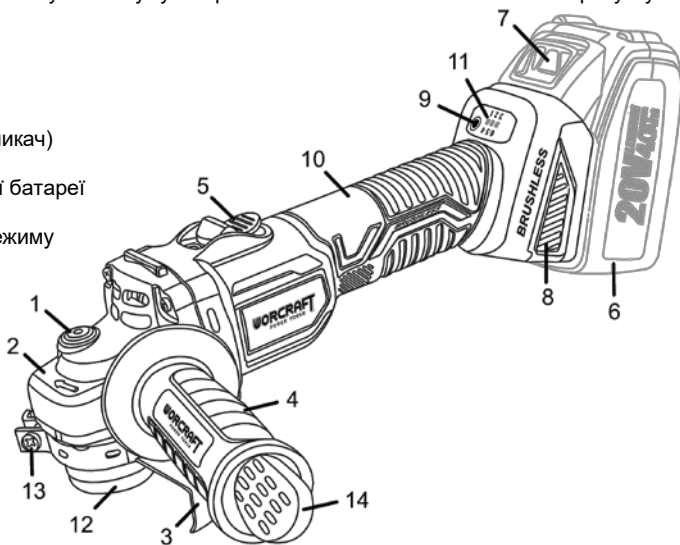
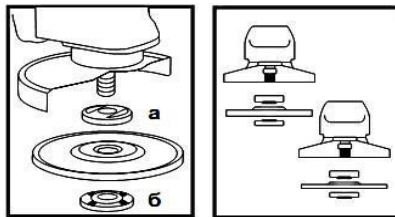

Рисунок 1
Рисунок 3
2.3.2 Увімкнення електродвигуна шліфмашини здійснюється натисканням перемикача (5, рисунок 1) з наступним його пересуванням у бік редуктора. Крутний момент від двигуна передається через одноступеневий редуктор на шпиндель інструмента. Для вимкнення слід пересунути перемикач в початкове положення.
2.3.4 Шліфмашина оснащена блоком вибору швидкісного режиму з індикацією (11, рисунок 1). Вибір одного з шести режимів здійснюється натисканням кнопки (9, рисунок 1).
2.3.5 Блокування шпинделя для встановлення або заміни абразивного диска здійснюється натисканням та утриманням у натиснутому положенні кнопки блокування (1, рисунок 1).
2.3.6 Фіксування абразивного диска здійснюється затягуванням затискної гайки (12, рисунок 1) з різьбою M14.
2.3.7 Регулювання та фіксація положення захисного кожуха (3, рисунок 1) здійснюється через послаблення/затягування гвинта (13, рисунок 1).
2.3.8 Конструкція шліфмашини дозволяє встановлювати передню рукоятку (4, рисунок 1) в праве або ліве положення у відповідний різьбовий отвір в корпусі редуктора (2, рисунок 1).
3.2.1 Міцно встановіть передню рукоятку (4, рисунок 1) у відповідний різьбовий отвір.
3.2.2 Встановіть захисний кожух (3, рисунок 1) у потрібне положення, залежно від виду роботи та диска, що використовується.
- натисніть на кнопку блокування шпинделя (1, рисунок 1) і проверніть диск до такого положення, при якому він заблокується;
- за допомогою фланцевого ключа з комплекту постачання (14, рисунок 1) відверніть і зніміть затискну гайку (б, рисунок 3);
- встановіть абразивний диск на посадкове місце фланцевої шайби (а, рисунок 3), наживіть рукою затискну гайку на шпиндель і затягніть її за допомогою фланцевого ключа з комплекту постачання;
- відпустіть кнопку блокування шпинделя та переконайтеся у тому, що вона вивільнена, шляхом дво- або триразового натискання. Проверніть диск і впевніться, що шпиндель розблокований. При встановленні диска з утопленим центром завжди розміщуйте його випуклою стороною до фланцевої шайби (дивіться рисунок 3).
4.2.2 Виберіть потрібну швидкість обертання шпинделя за світловими індикаторами (11, рисунок 1), натисканням кнопки вибору режимів (9, рисунок 1) з такими рекомендаціями:
4.2.6 Слідкуйте за тим, щоб вентиляційні отвори для охолодження шліфмашини (8, рисунок 1) були завжди чистими та відкритими.